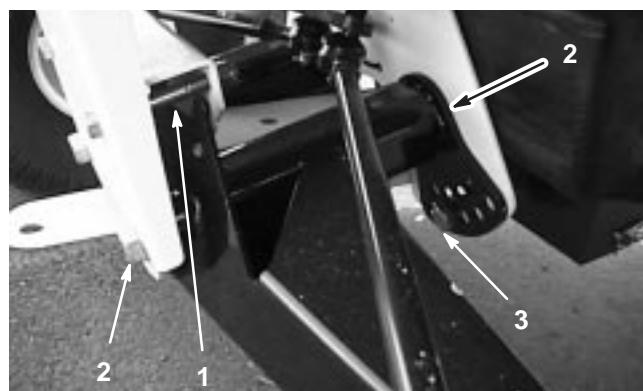

Figure 25
- 2. Enlevez le boulon limiteur de course (Fig. 25).
- 3. Desserrez les boulons de centrage dans le bras triangulé avant (Fig. 25).
- 4. Retirez le boulon de réglage de hauteur de caisse (Fig. 25).
5. Tournez le bras triangulé avant à la position voulue (voir la remarque ci-après), puis remettez en place le boulon de réglage de hauteur de caisse (Fig. 25).
7. Remettez le boulon limiteur de course (Fig. 25).